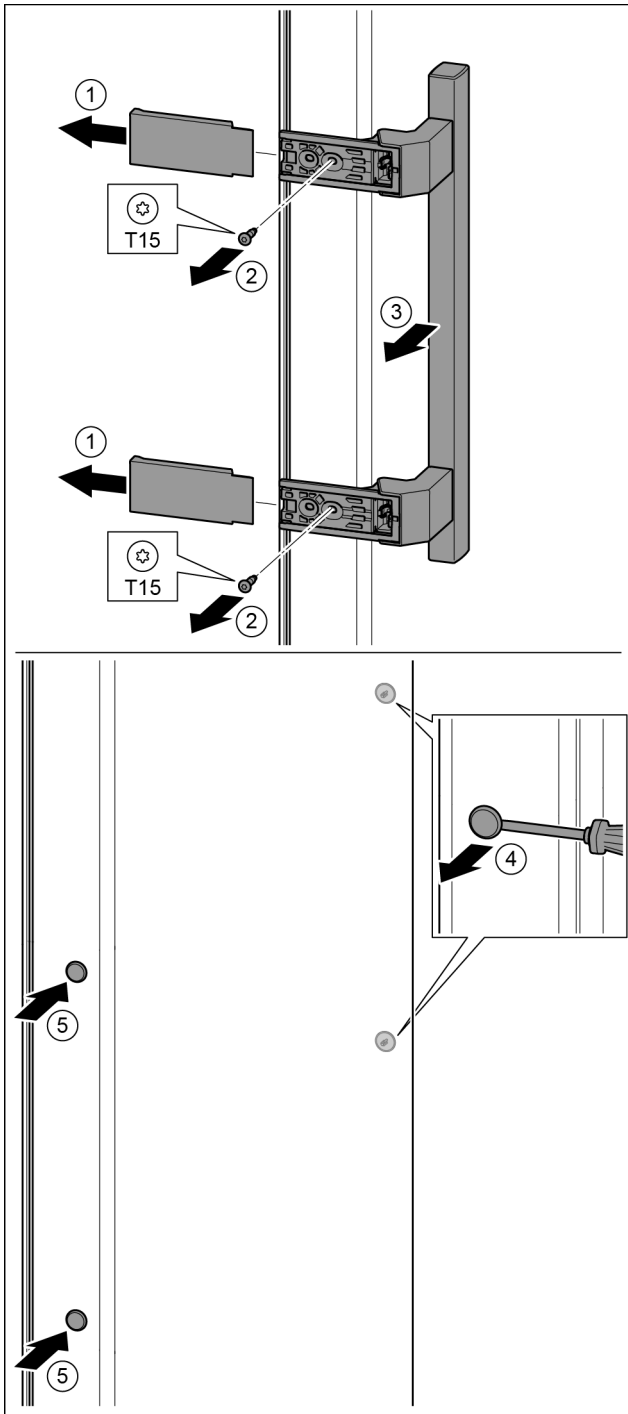

Fig. 38
- ▶ Stiahnite kryt. Fig. 38 (1)
- ▶ Skrutkovačom T15 vyskrutkujte skrutky. Fig. 38 (2)
- ▶ Odoberte držadlo. Fig. 38 (3)
- ▶ Plochým skrutkovačom opatrne nadvihnite a vyberte bočnú zátku. Fig. 38 (4)
- ▶ Zátku opäť nasadte na druhú stranu. Fig. 38 (5)